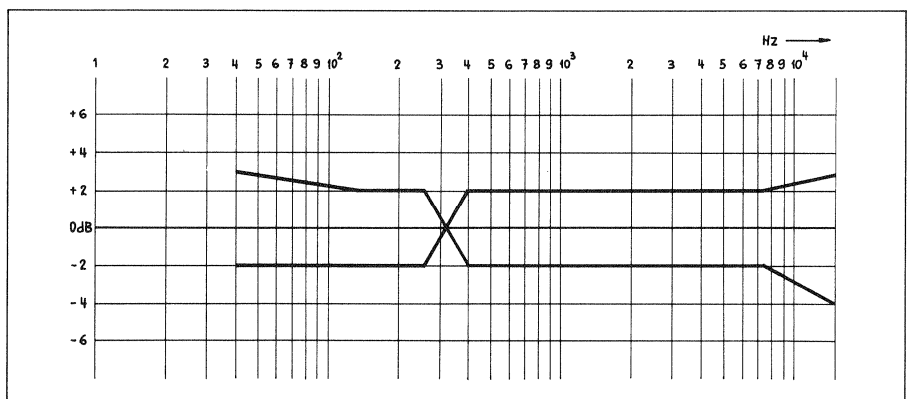

Fig. 5.6
- Der Sollfrequenzgang bei einwandfreier Bezugskassette muss innerhalb der in Fig. 5.6 eingezeichneten Toleranz-Zone liegen.
- With an immaculate reference cassette, the nominal frequency must be within the tolerance zone illustrated in Fig. 5.6.
- La courbe de réponse en fréquence, pour une cassette étalon en bon état doit tenir dans le gabarit de la figure 5.6.